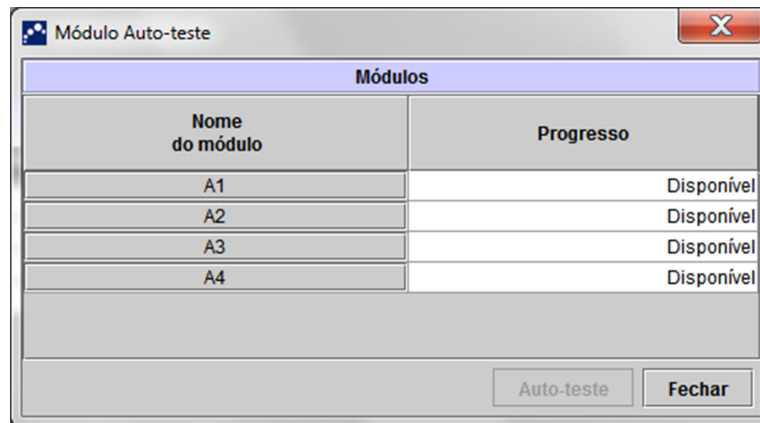

Figura 9-34. Caixa de diálogo Módulo Auto-teste
3. Clique em **Manutenção** na barra de menus e seleccione **Executar auto-teste**. É apresentada a caixa de diálogo Módulo Auto-teste. Consulte a figura 9-34.